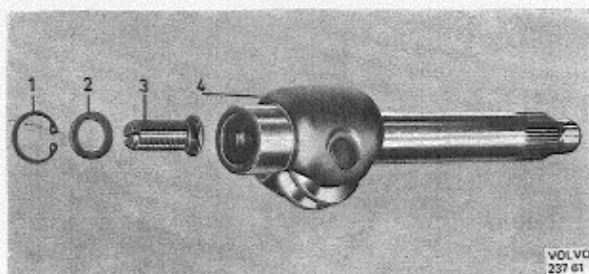
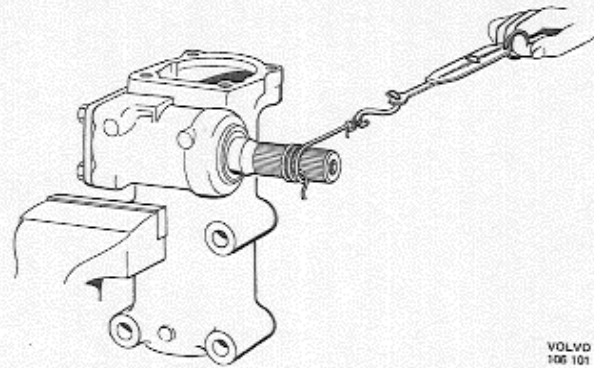
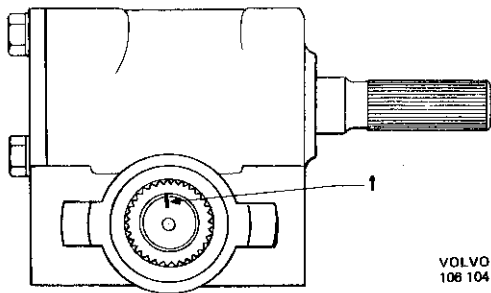
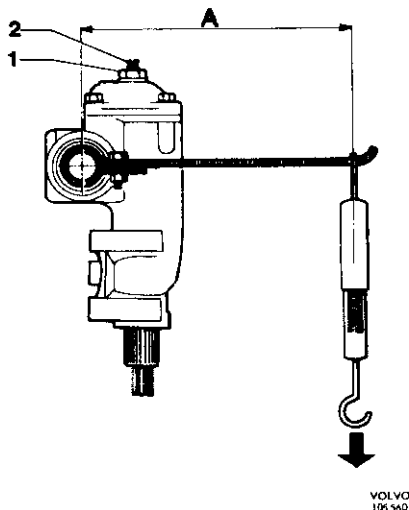

Abb. 75 Lenkrollenwelle
Abb. 80 Kontrolle der Lagervorspannung
Abb. 82 Lenkung in Mittelstellung
Abb. 83 Kontrolle des Flankenspiels: Lenkschnecke-Lenkrolle
2. Lenkgetriebe im Mittelstellung drehen (Abb. 82). Die vier Befestigungsschrauben (1, Abb. 55) für den Deckel (6) über der Lenkrollenwelle entfernen. Deckel und Lenkrollenwelle zunächst etwas anheben und das Lenkgetriebeöl ausrinnen lassen. Danach Lenkrollenwelle mit Deckel herausziehen.
3. Unteren Schneckenwellendeckel (19) abschrauben. Paßscheiben (22) entfernen und aufbewahren.
4. Mit einem Kunststoffhammer vorsichtig auf die Lenkschnecke (10) klopfen, so daß sich die Außenringe des unteren Lagers im Gehäuse lösen. Lenkschnecke mit Lager aus dem Gehäuse herausziehen.
5. Sicherungsmutter (3) lösen und die Einstellschraube (2) aus dem Lenkwelendeckel herausdrehen. Nach Abzug der Innensicherung läßt sich die Einstellschraube aus der Lenkrollenwelle entfernen, s. Abb. 75.
Bei richtiger Lagervorspannung soll das erforderliche Drehmoment für die Schnecke 0,1–0,25 Nm (1,0–2,5 kpcm) betragen. Es wird mit Hilfe einer Schnur und einer Federwaage ermittelt, s. Abb. 80. Die Federwaage soll dabei eine Belastung zwischen 10–25 N (1–2,5 kp) anzeigen. Bei abweichendem Drehmoment (Lagervorspannung) kann eine Berichtigung durch Entnahme bzw. Beilage weiterer Paßscheiben vorgenommen werden.
4. Einstellschraube mit Unterlegscheibe und Sicherungsring in der Lenkrollenwelle anbringen, vgl. Abb. 75 Die Stellschraube soll minimales Axialspiel haben (insgesamt nicht mehr als 0,05 mm). Größeres Axialspiel kann ggf. durch eine dickere Unterlegscheibe (2) ausgeglichen werden. Die Einstellschraube soll jedoch bauseitig leicht drehbar sein.
7. Lenkrollenmitte einstellen (Abb. 82). Einstellschraube so weit vordrehen, bis beim Überfahren der Lenkrollenmitte nach beiden Richtungen ein spürbarer Widerstand entgegenwirkt. Die Einstellung des richtigen Flankenspiels zwischen Lenkschnecke und Lenkrolle kann auf verschiedene Weise gemessen werden. Erfolgt die Messung mit Schnur und Federwaage, vgl. Abb. 80, dann soll die Waage in Lenkmittelstellung 80–140 N (8–14 kp) anzeigen. Bei der Messung mit Schwinghebel und Federwaage gem. Abb. 83 soll die Waage 4–7 N (0,4–0,7 kp) anzeigen. Bei richtigem Flankendruck wird die Einstellschraube mit der Gegenmutter gekontert. Die Kontrollmessung ist nach Absicherung der Einstellschraube zu wiederholen.